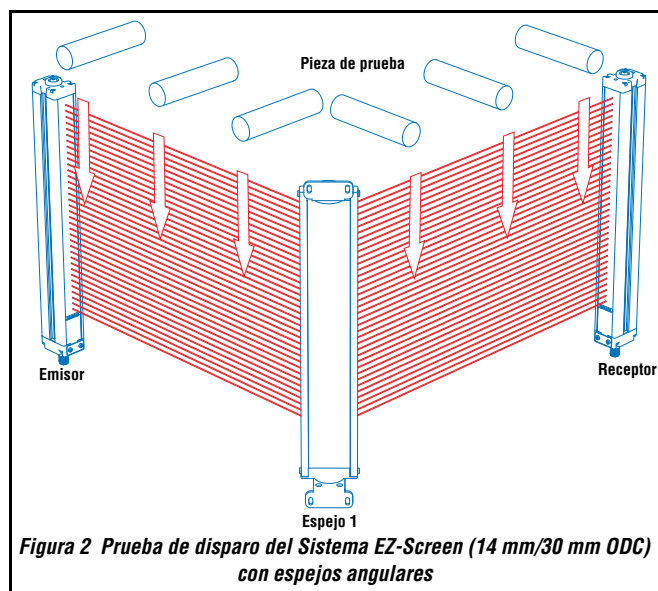

Figura 2 Prueba de disparo del Sistema EZ-Screen (14 mm/30 mm ODC) con espejos angulares
- 10) Compruebe el *área definida* en cada base del haz de luz (por ejemplo, emisor a espejo, entre espejo y receptor, consulte Figura 2 en la página 3). ☐